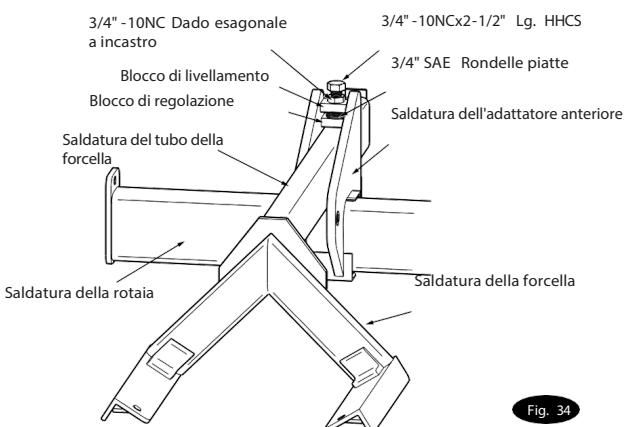

Fig. 34
- Rondelle piatte SAE da 3/4" da aggiungere tra il blocco di livellamento e il blocco di regolazione. (5) rondelle in quantità saranno necessarie se il pavimento è completamente livellato.
- Applicare il dado a incastro 3/4"-10NC sulle HHCS 3/4"-10NC x 2-1/2" lg., stringendo fino a quando il dado è vicino alla testa del bullone, vedere Fig. 34.